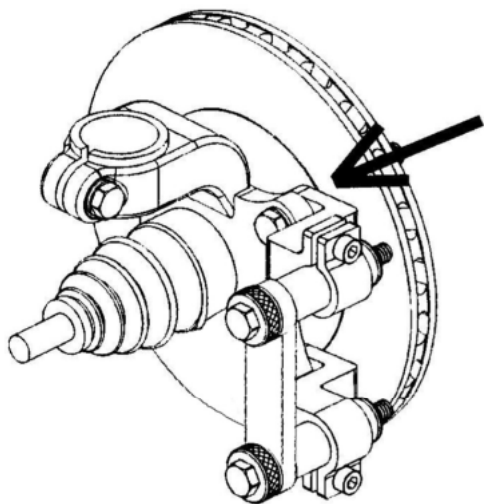

Рисунок 12
2. Используйте красный крепежный адаптер, если отверстия для крепления суппорта не имеют резьбы (см. рис.12).
- а. Изгиб должен оказаться прямо напротив привода (см. рис.12).